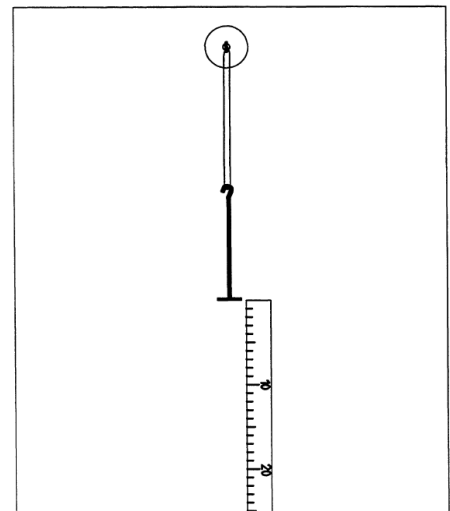

Abbildung 1
- Maßstab so auf die Tafel legen, dass der untere Rand des Gewichtstellers auf gleicher Höhe mit der Nullmarke des Maßstabes ist (Abb. 1).